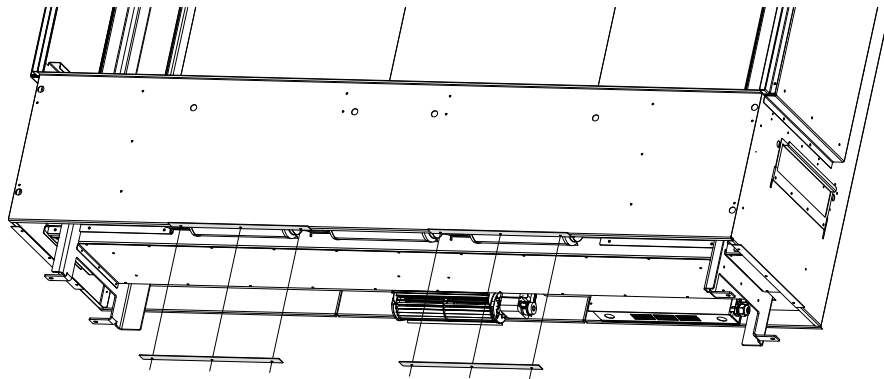

Figure 4.6 - Retrait des brides de finition au bas du foyer
Exigence n° 1 - Le foyer est fourni avec deux brides de finition pré-installées au bas du foyer, pour l'ouverture de prise d'air. Puisque vous déplacez l'ouverture de prise d'air à une position plus basse que le foyer, vous devrez retirer ces deux brides de finition au bas du foyer. Chaque bride est retenue par (2) vis à métal. Une fois ces brides retirées, vous pouvez les jeter. Voir la Figure 4.6.
Vous avez une option pour dissimuler visuellement la prise d'air, en installant une extension d'âtre en saillie (flottante) au-dessus de l'ouverture de prise d'air. Tout dépendant de la hauteur désirée de votre foyer, la plateforme peut faire élever l'ouverture de prise d'air plus haut que vous ne voudriez. Suivez les directives de la Section 4.3 (spécifiquement, les Figures 4.6 et 4.7) pour une prise d'air surélevée du plancher, afin de respecter les exigences de cette section.